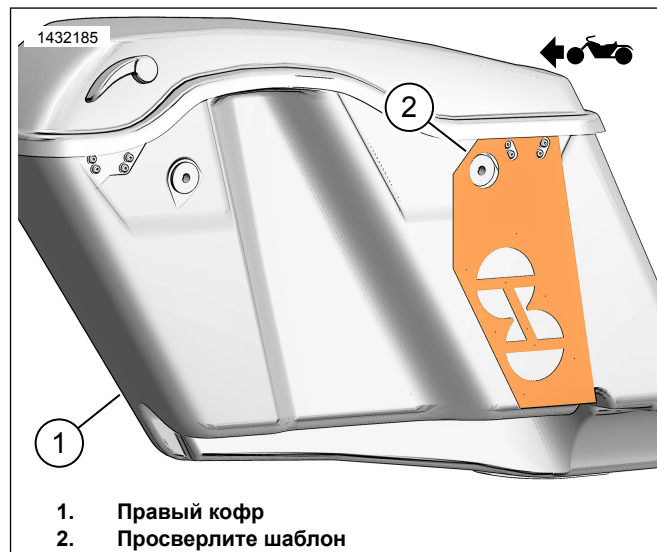

Рисунок 9. Шаблон для правого кофра
- См. рис. 9. Разместите шаблон (2) на правом кофре (1).